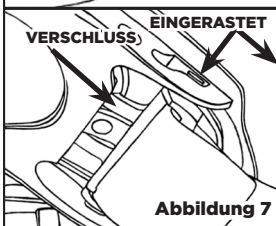

Abbildung 7
- 9 Schauen Sie sich den Verschluss Tab genau an, ob er richtig eingerastet ist. [Siehe Abbildung 7]